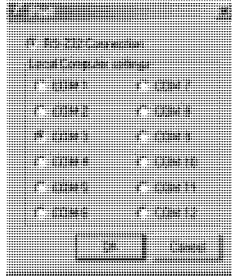

Рис. 11. Окно выбора порта в управляющей программе: выбор виртуального порта
- В программе, используемой для управления коммутатором, выберите для связи с ним тот COM-порт, который был назначен в программе «Virtual Serial Port Manager» (рис. 11).